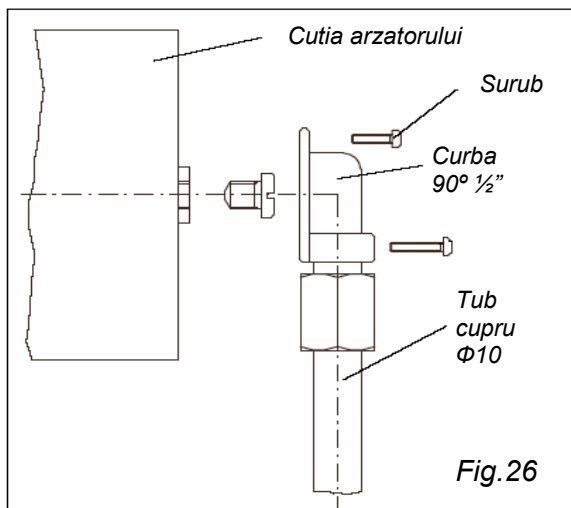

Fig.26
- Se fixeaza cu cele 4 suruburi curba de 1/2" de cutia arzatorului (fig.26)
- 3) Se scot cele 4 suruburi care fixeaza curba de 1/2" pe cutia arzatorului (fig.26)
- 6) Se fixeaza curba de 1/2" pe cutia arzatorului cu cele 3 suruburi (fig.26)